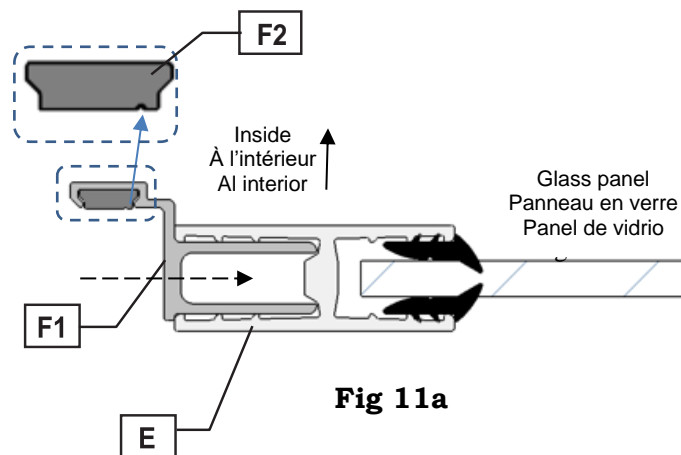

Fig 11a
1. Confirm that the **Magnetic Strip (F2)** is installed into the **Strike Post (F1)** with the polarity ID groove in the proper orientation toward the two legs. Align the **Magnetic Strip (F2)** with the bottom of the **Strike Post (F1)** and trim the excess from the top. (**Fig 11a**)
2. Insert the **Strike Post (F1)** into the **Inline Post (E)** with the **Magnetic Strip (F2)** facing outward. (**Fig 11a/11b**)
1. Confirmez que la **bande magnétique (F2)** est installée dans le **montant mural (F1)** avec la rainure d'identification de polarité dans la bonne orientation vers les deux pattes. Alignez la **bande magnétique (F2)** avec le bas du **montant mural (F1)** et coupez l'excédent à partir du haut. (**Fig 11a**)
2. Insérez le **montant mural (F1)** dans le **poteau en ligne (E)** avec la **bande magnétique (F2)** tournée vers l'extérieur. (**Fig. 11a/11b**)